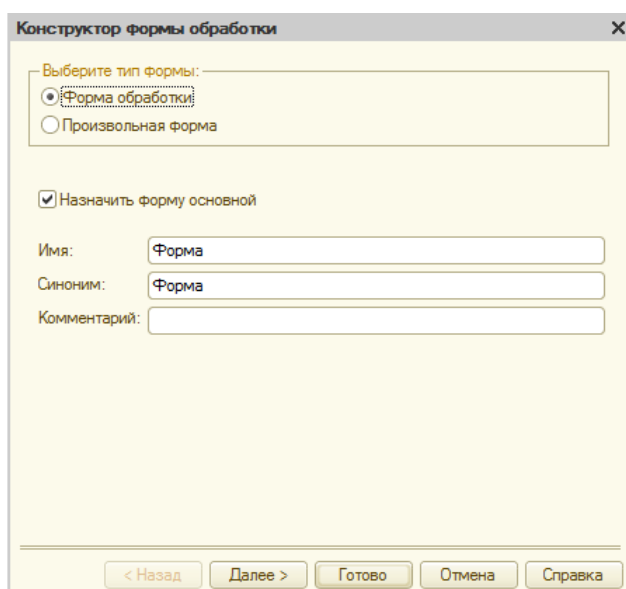

Рисунок 126 Добавление формы в обработку
3. Добавьте для Вашей обработки новую **Форму обработки** (рис. 126).